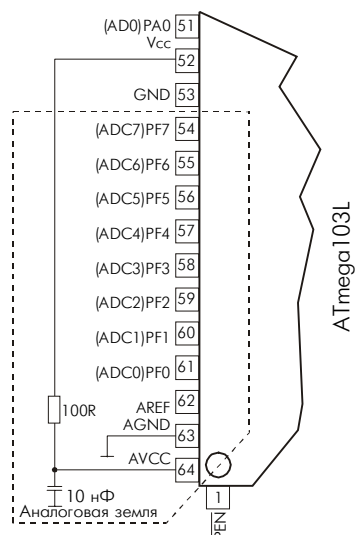

Рис. 47. Подключение напряжения питания ADC
3. Вывод AVCC микроконтроллеров ATmega603/103 должен подключаться к напряжению питания VCC через RC цепочку, как показано на Рис. 47.